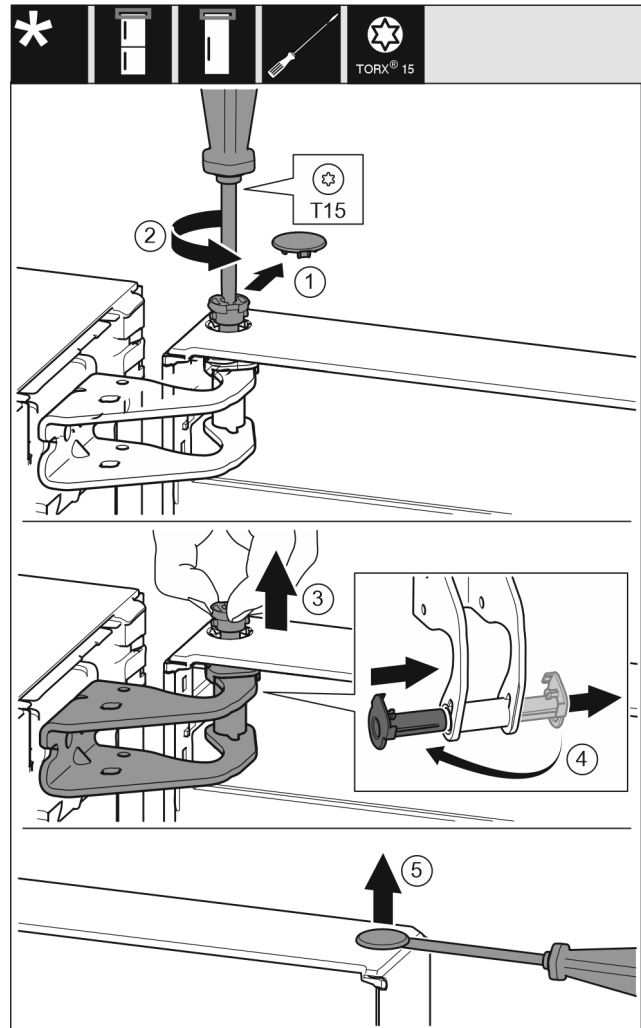

Fig. 7
- Óvatosan húzza le a biztonsági fedelet. Fig. 7 (1)
- Tekerje ki a csapot egy kissé a T15 csavarhúzóval. Fig. 7 (2)
- Tartsa meg az ajtót, és húzza ki a csapszeget az ujjával. Fig. 7 (3)
- Húzza ki a csapágyperselyt a vezetősínből. Helyezze be a másik oldalról, és pattintsa a helyére. Fig. 7 (4)
- Óvatosan emelje ki a dugaszt az ajtó csapágyperselyéből lapos csavarhúzóval, és húzza ki. Fig. 7 (5)